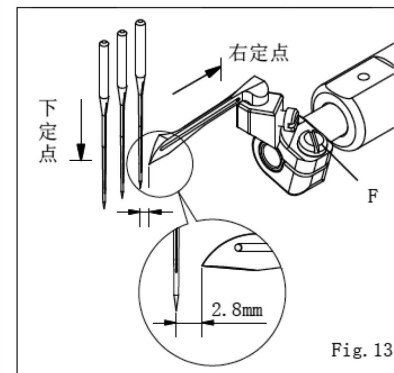

Fig. 13
2. 松开勾针座上的螺丝(F), 调整下勾针与右针的正确距离(图 13)。
2. Loosen the screw (F) on the Looper Holder to adjust the correctly distance of Looper and right needle. (Fig.13)